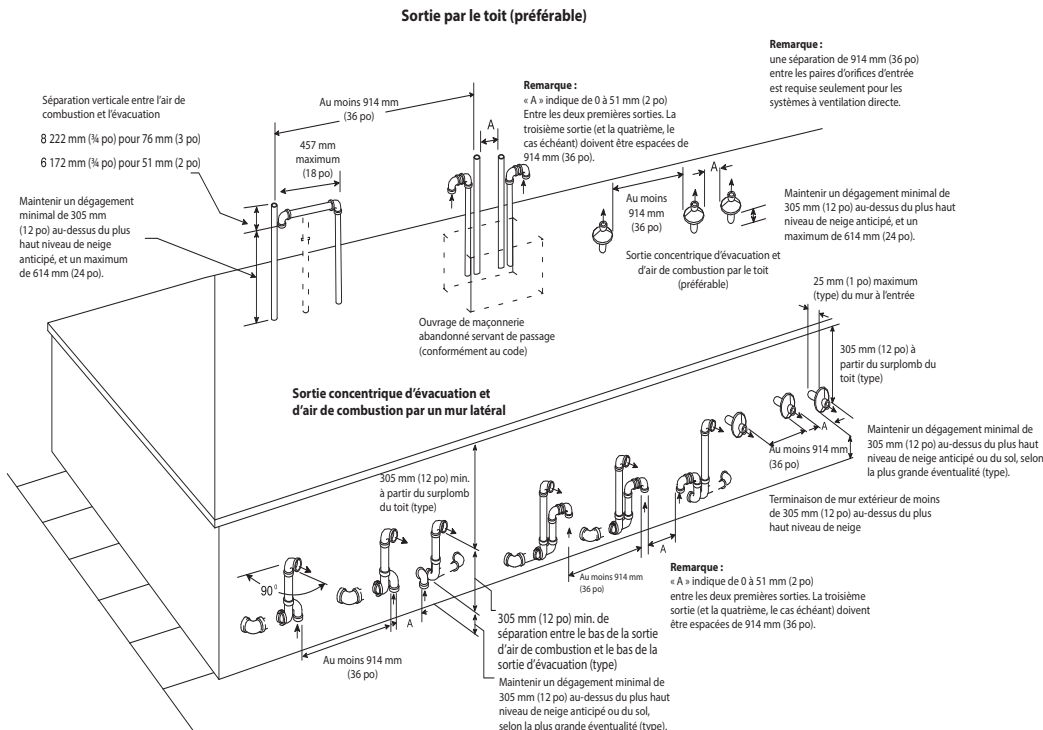
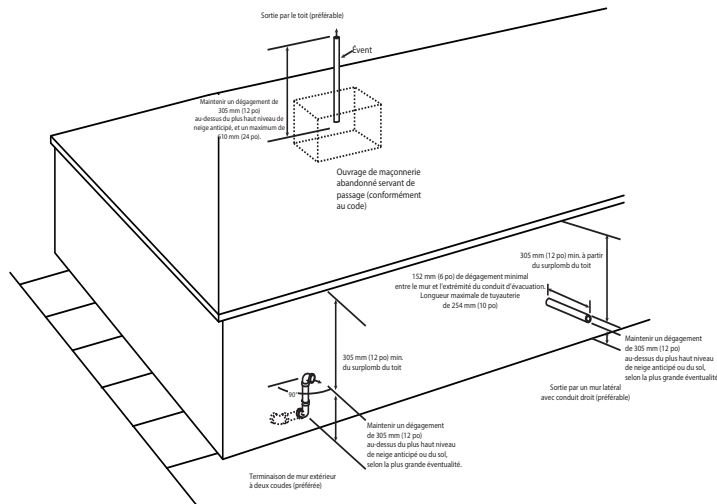
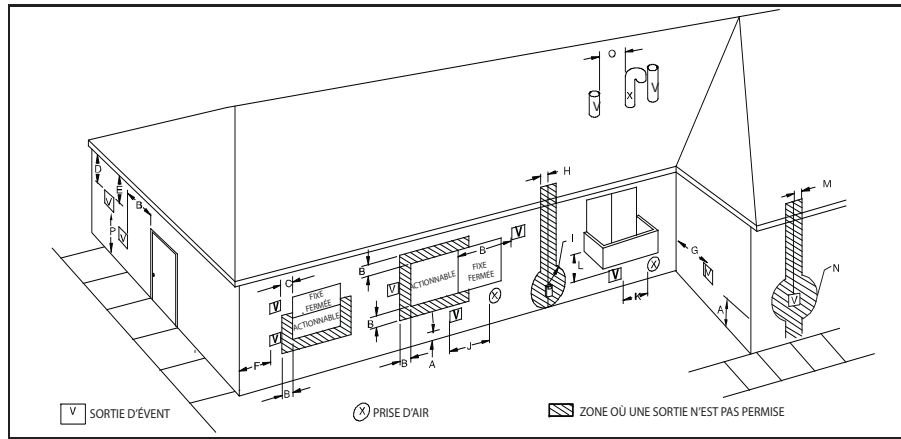

Fig. 40 – Air de combustion et sortie d'évent pour système d'évacuation directe (2 tuyaux)
Fig. 41 – Sortie d'évent pour système d'évacuation non directe et d'air de combustion
Fig. 42 – Dégagement de sortie à évacuation directe
Une cheminée en maçonnerie abandonnée peut servir de passage pour l'installation de tuyaux d'air de combustion et d'évent adéquatement isolés et supportés. Chaque chaudière doit avoir son propre ensemble de tuyaux d'évent et d'air de combustion qui débouchent séparément, tel qu'Fig. 40 pour un système à ventilation directe (à deux tuyaux) ou à Fig. 41 pour un système à tuyau simple ou ventilé à l'air de combustion.
Dans un système à ventilation directe (à deux tuyaux), tout l'air de combustion provient directement de l'extérieur et tous les produits de combustion sont évacués à l'extérieur. Les conduits d'évacuation et d'air de combustion doivent sortir ensemble, dans la même zone de pression atmosphérique, que ce soit dans un mur ou dans un toit (la sortie par un toit est à privilégier). Consultez la Fig. 42 pour connaître les exigences de dégagement du code national.
Pour les dégagements de terminaison d'évent, consultez les codes nationaux présentés à la Fig. 42 pour un système à ventilation directe / à deux tuyaux et à la Fig. 43 pour un système à air de combustion ventilé / à ventilation non directe / à un tuyau. Pour la disposition des terminaisons extérieures, consultez la Fig. 40 pour le système à ventilation directe / à deux tuyaux et la Fig. 41 pour les systèmes à air de combustion ventilé / ventilation non directe / à un tuyau. Communiquez avec les responsables des codes locaux pour connaître les autres exigences des codes nationaux présentés dans ces figures ou les dérogations à ceux-ci.
1. Se conformer à toutes les exigences en matière de dégagements, tel qu'indiqué à la Fig. 42 ou à la Fig. 43 selon l'application.
Les conduits d'air de combustion et d'évacuation du système de ventilation directe (deux tuyaux) doivent se terminer hors de la structure. Consultez la Fig. 42 pour connaître les dégagements requis par les codes